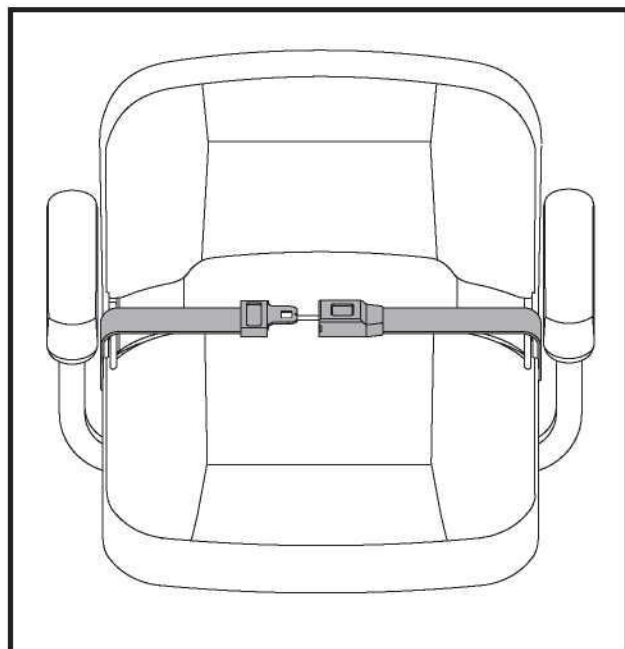

Figure 24. Ceinture de positionnement - De type attache en métal ou ceinture de positionnement - Crochet réutilisable et boucle de fixation
1. Insérez l'onglet de la ceinture côté droit dans la boucle de ceinture côté gauche jusqu'à ce que vous entendiez le "clac". **Voir la figure 24.**